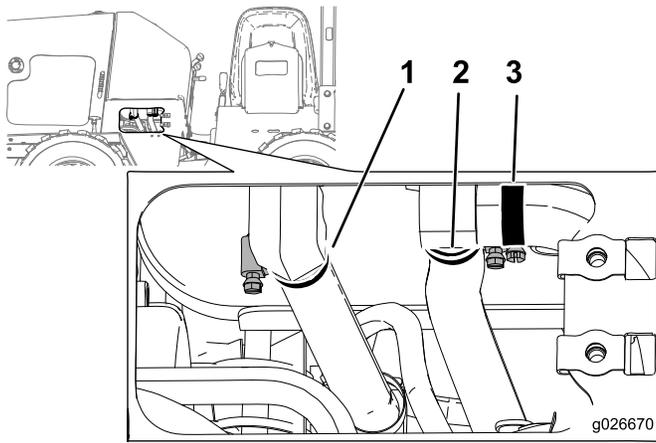

Figura 40
6. Retire la cubierta del lado izquierdo y afloje las 3 abrazaderas de debajo del depósito hidráulico (Figura 40).